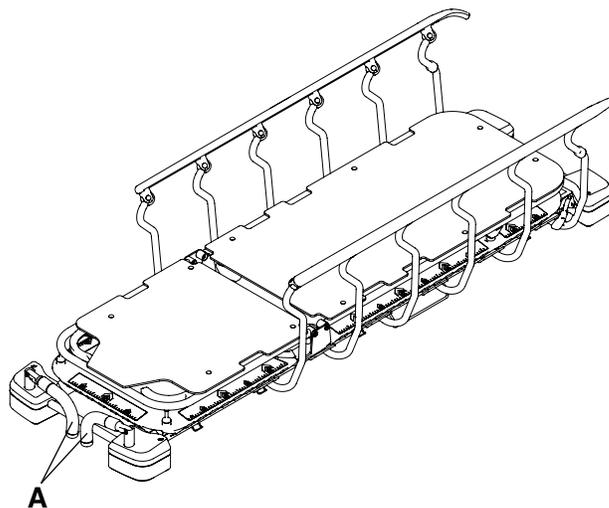

Рисунок 8 – Перевод ручек для толкания головного конца в сложенное положение
4. Выполните эти действия в обратном порядке, чтобы перевести ручки для толкания головного конца (A) в сложенное положение (Рисунок 8).